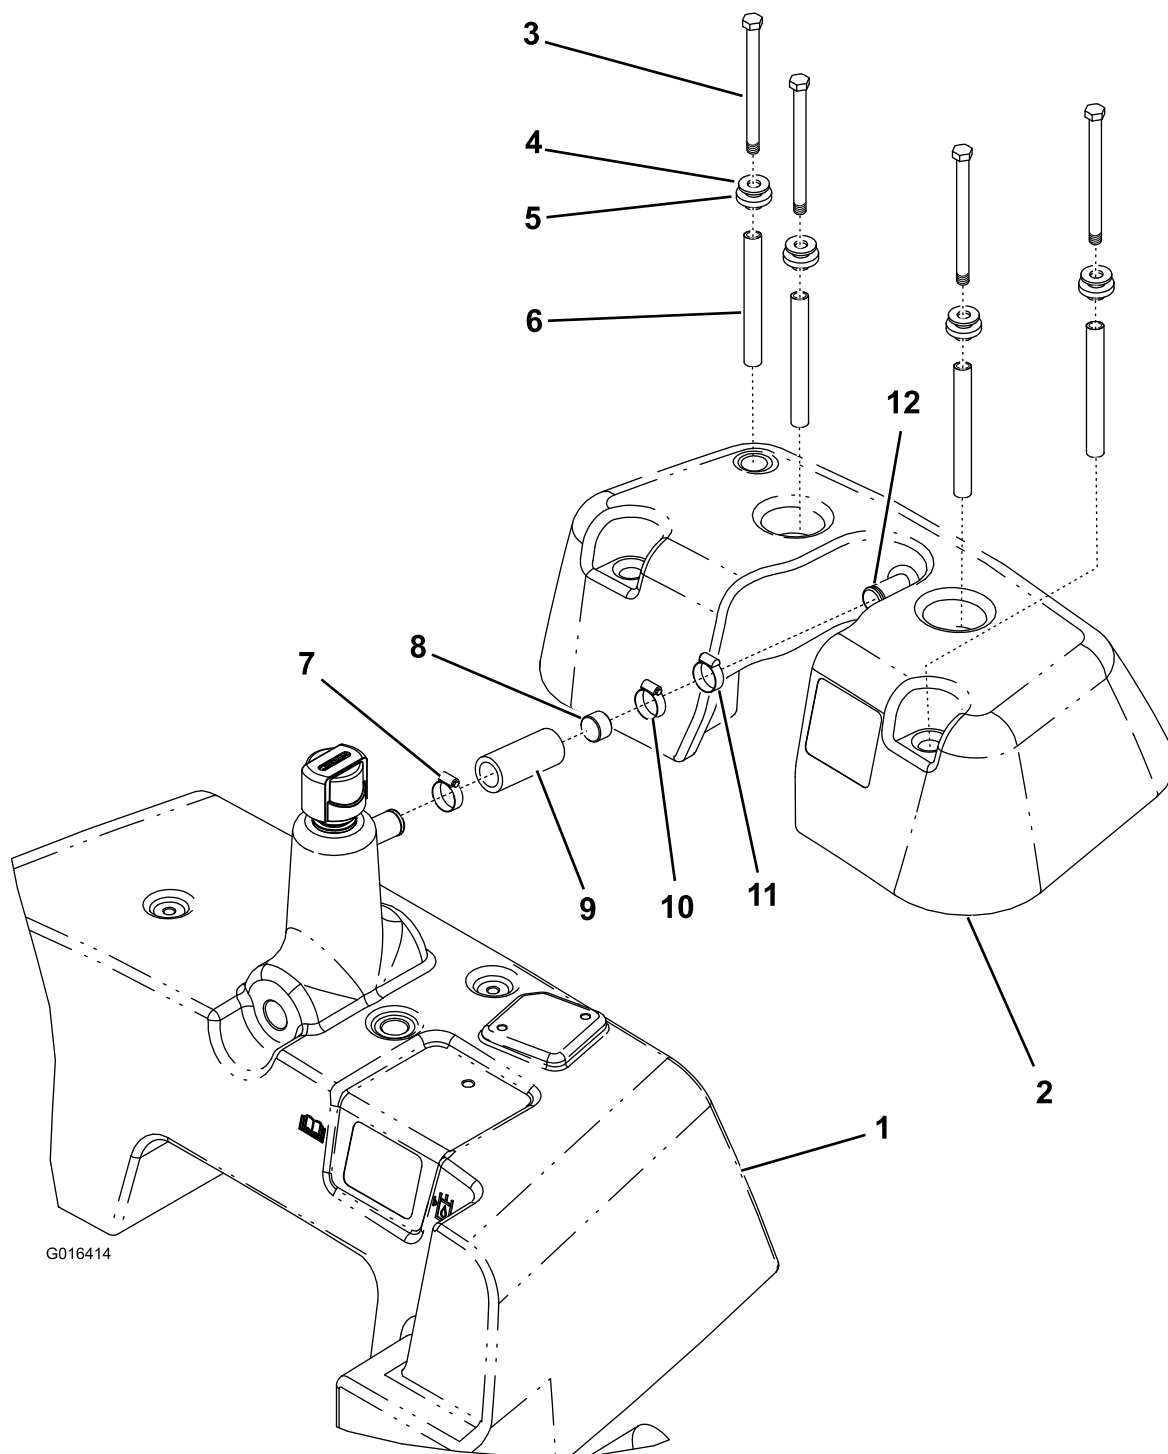

図 1
2. カバーを油圧オイルタンクに固定しているボルト（4本）、平ワッシャ（4枚）、ゴムワッシャ（4枚）、スペーサ（4個）を外す（図 1）。
3. カバーに一番近いホースクランプをゆるめる（図 1）。
5. ホースの開口部にプラグを挿入し、プラグが油圧オイルタンクの出っ張りに当たるところまで押し込む（図 1）。